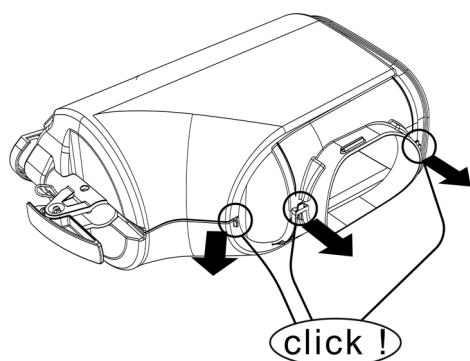

figura 13
- 1** Aprire le due parti, facendo scattare. (vedere figura 13).